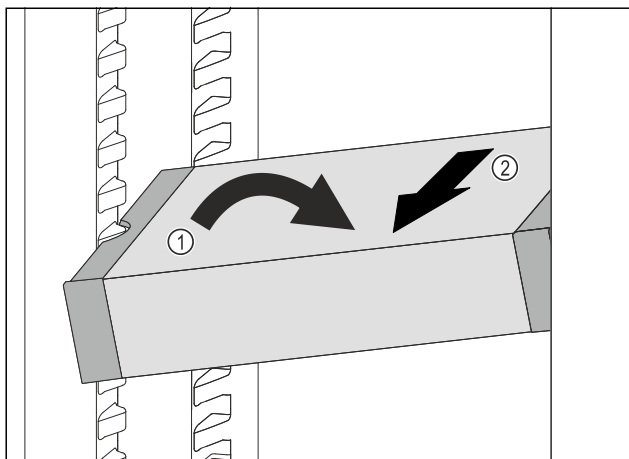

Fig. 63
- ▶ Ställ VarioSafe snett i kyldelen. Fig. 63 (1)
- ▶ Dra VarioSafe framåt för att ta ut den. Fig. 63 (2)